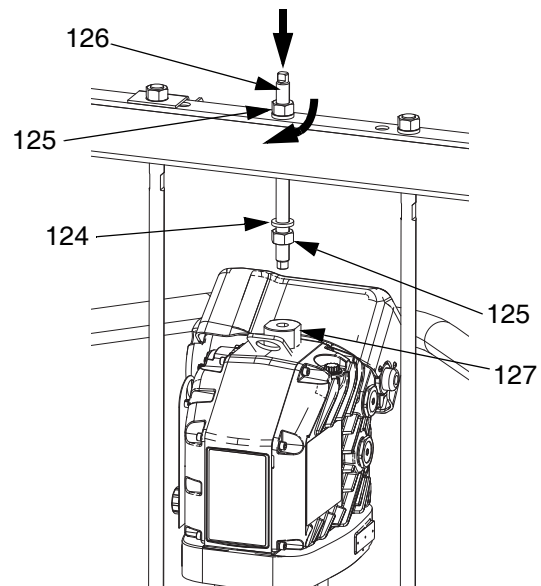

FIG. 42
1. Insérer les barres d'accouplement dans le bas de pompe et fixer le moteur (AB) sur la pompe (AC) à l'aide d'un palan.
- b. Faire glisser la tige filetée (126) dans l'orifice central de la barre transversale. Installer les rondelles de verrouillage (124) et les écrous (125) sur la tige filetée (126), au-dessus et en dessous de la barre transversale. Utiliser une clé pour maintenir l'adaptateur de l'anneau de levage (127) et serrer la tige filetée (106) sur l'adaptateur de l'anneau de levage (127) à l'aide d'une autre clé. Voir la FIG. 42.
- c. Serrer l'écrou (125) en dessous de la barre transversale à un couple maximum de 34 N•m.
- d. Serrer l'écrou (125) au-dessus de la barre transversale pour verrouiller le moteur (AB) en place.